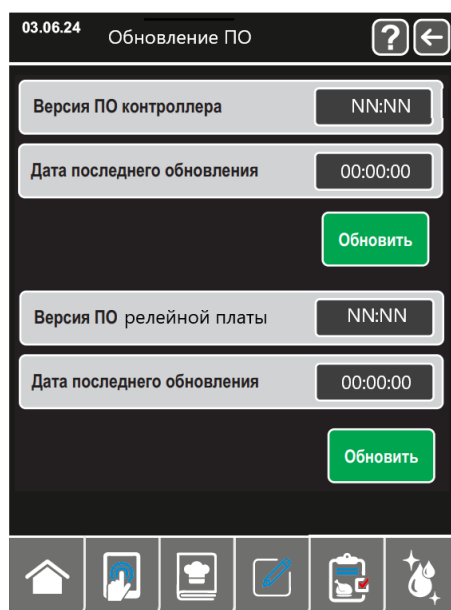

Рис.15.9 Окно «ОБНОВЛЕНИЕ ПО»
5.6.5.3 В окне «СЕРВИС» (см. рис. 15.7) нажмите на строку «ОБНОВЛЕНИЕ ПО», отобразится клавиатура и сообщите введите пароль для доступа. Введите пароль «0000». Откроется окно «ОБНОВЛЕНИЕ ПО» (см. рис. 15.9).